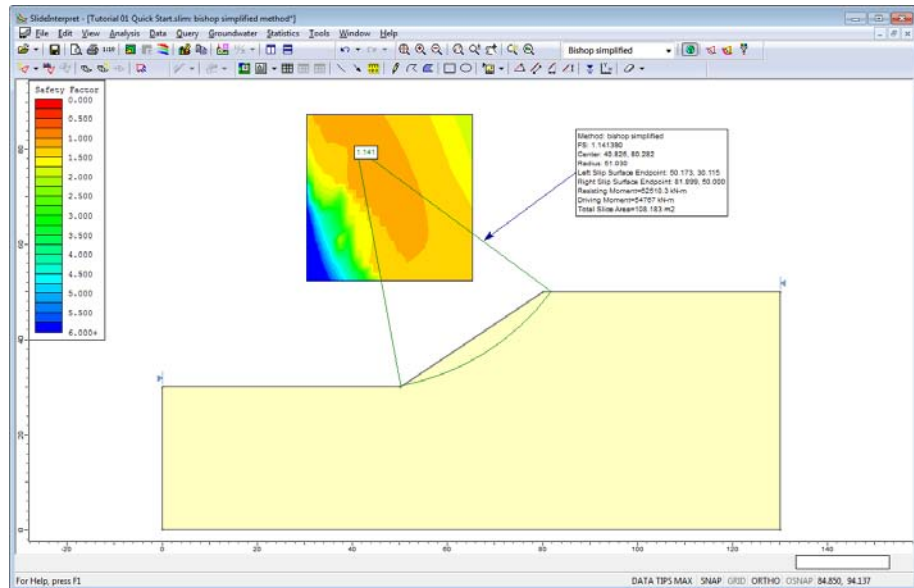

Figura 1-20: Texto Automático (“Auto Text”) y flecha agregados a la pantalla.
5. Ahora Seleccione OK. Luego el texto quedará agregado a la vista y su pantalla deberá lucir igual a la mostrada en la Figura 1-20